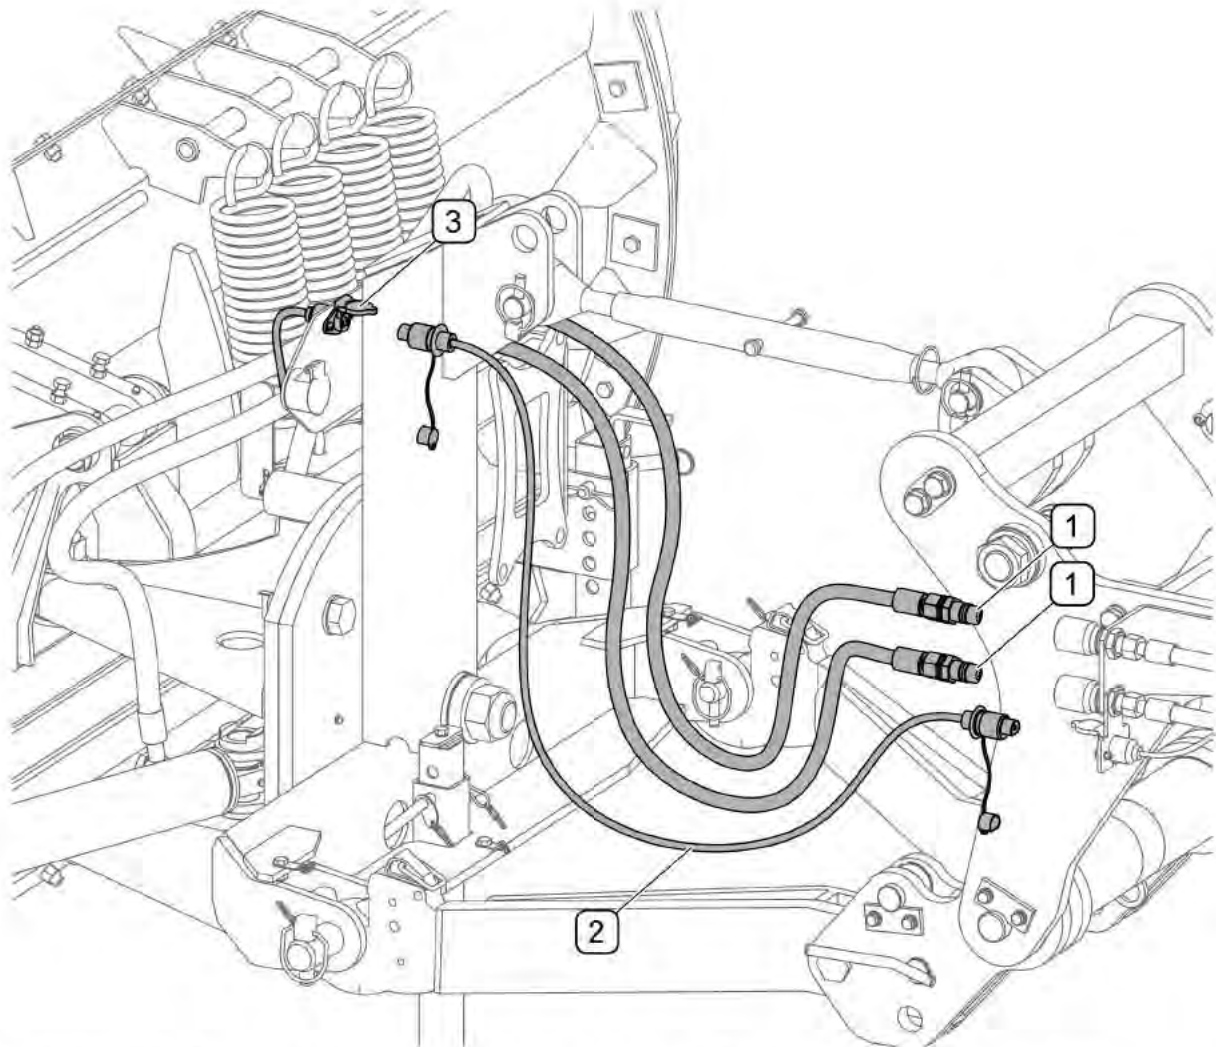

РИСУНОК 4.5 Присоединение гидравлической и электрической систем к трактору
Штекеры гидропроводов (1) управления плугом нужно подсоединить к разъемам одной из секций внешней гидравлики трактора (РИСУНОК 4.5). Гнездо (3) системы питания боковых габаритных фонарей плуга соединить проводом (2) с 3-пиновым разъемом на тракторе. Электропровода должны быть проложены таким образом, чтобы их было невозможно повредить в ходе работы.